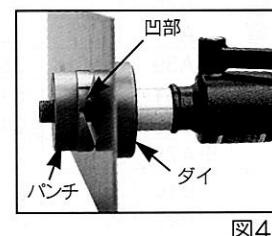

図4
- 出戻切換バルブを「出ル」の方向へ回した後、加圧ハンドルを操作し、パンチの刃の凹部が被加工物を貫通するまで加圧してください。（板厚、材質、穴径によっては“パンチ”という貫通音を発します。）（図4）